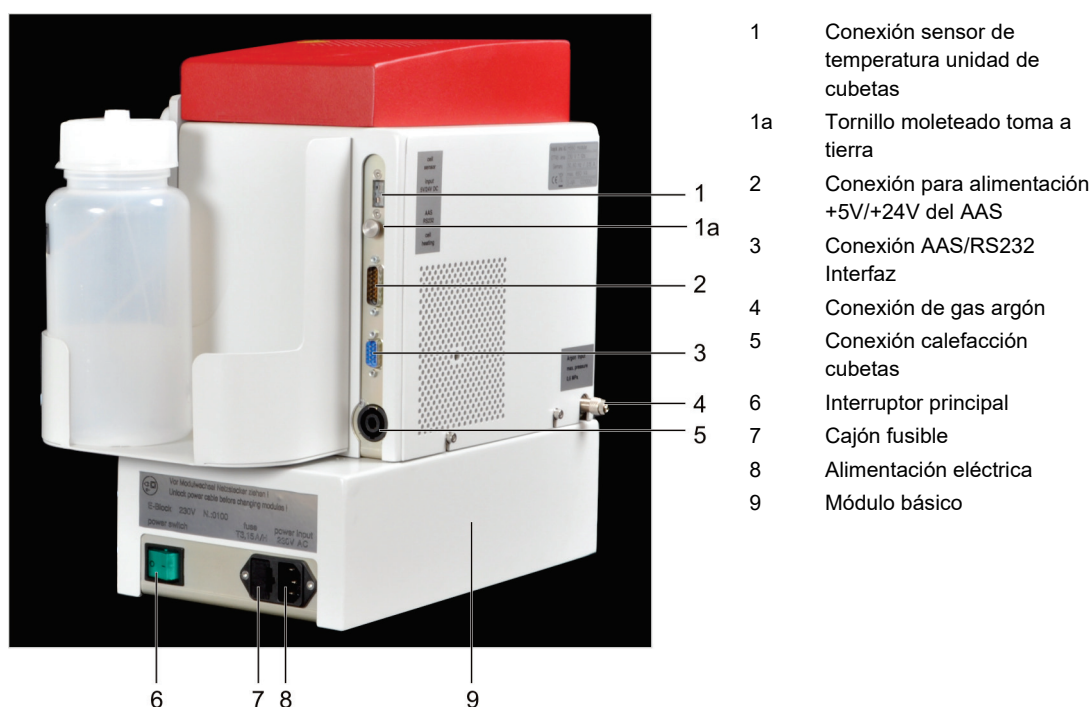

Fig. 18 HS 60 modular – Conexiones en el lado derecho
- Conducto de calefacción a conexión "cell heating" (5, ver Fig. 18)
- Conducto del sensor temperatura en la conexión "cell sensor" (1)
- Conector D-Sub "HS" del cable más fino a la conexión "input 5 V/24 V DC" del HS 60 modular (2).
4. Conectar el conducto de señal al enchufe "HS" del aparato AAS y al enchufe "AAS - RS232" del HS 60 modular (3, ver Fig. 18).
6. Conectar manguera de argón con racor de tubería en el lado trasero (4).